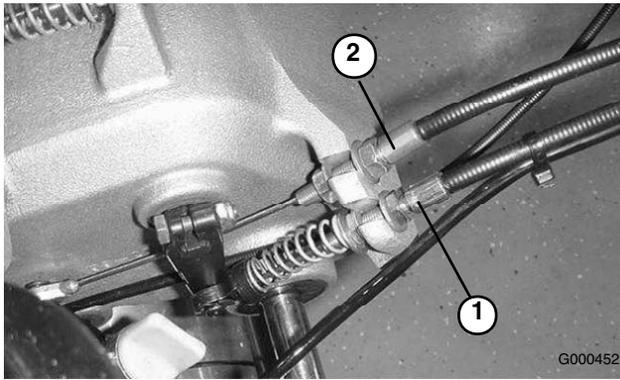

Bild 42
2. Wenn Sie die Zugspannung erhöhen möchten, lösen Sie die Klemmmutter des vorderen Zugs und ziehen Sie die Klemmmutter des hinteren Zugs an (Bild 42), bis eine Kraft von 54 bis 71 N benötigt wird, um den Fahrtrieb zu aktivieren.